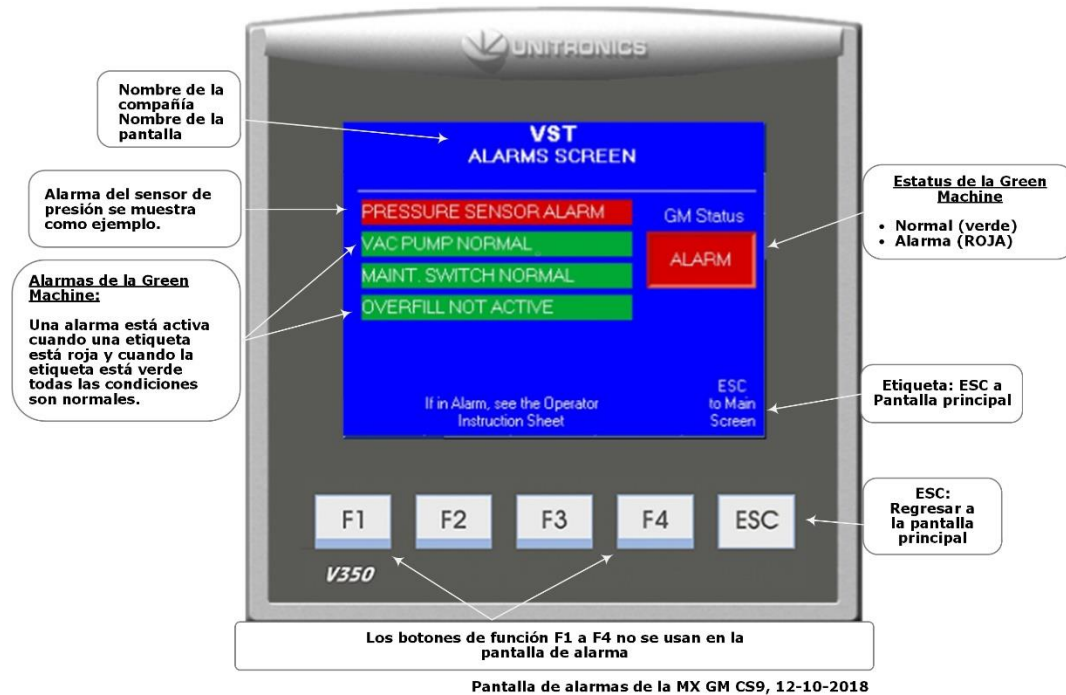

Figura 11-5: Alarma del sensor de presión que aparece en la pantalla de alarma
- La Pantalla de alarmas muestra las siguientes alarmas: **Vea la Figura 11-5.**